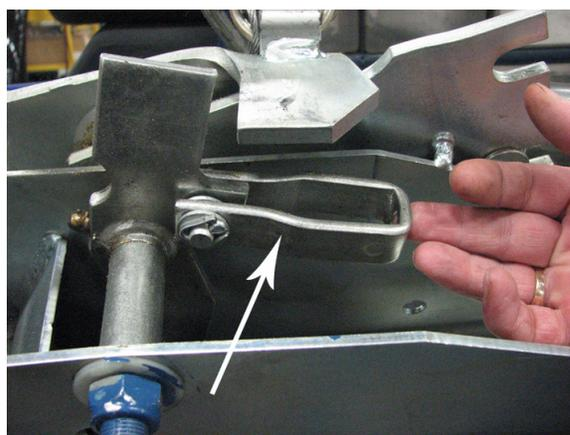

Figure 2.2, Supprimer cette chape sur le coupleur 50mm
1. Placez la barre d'attelage (13) sur le châssis de la machine. Insérez un boulon de 1/2 x 4 1/2 po, une rondelle et un écrou centerlock dans le châssis et le dernier trou de la barre d'attelage. Ensuite alignez le support de suspension de la tige de frein (11° (comme illustré dans la Figure 2.2) sur l'autre trou de montage et immobilisez-le en insérant le deuxième boulon de 1/2 x 4 1/4 po (5) dans le châssis et le support de suspension, ajoutez une rondelle (6) et un écrou centerlock (7). Serrez à un couple de 75 pi-lb.
2. Attachez l'accouplement (4) de 50 mm à la barre d'attelage (13) à l'aide de deux boulons de 1/2 x 4 po (8), de rondelles (6) et d'écrous (7). Serrez à un couple de 75 pi-lb.
3. Pour attacher la tige de frein (14) à l'accouplement, il faut retirer la manille représentée dans la Figure 2.2. La Figure 2.2 représente une vue du dessous de l'accouplement.
4. Faites passer la tige de frein (14) à travers le support de suspension de la tige de frein (11). Une fois en place, vissez le contre-écrou de 3/8 po (17) et l'extrémité de la biellette de palier (9) sur la tige de frein. Connectez l'extrémité de la tige à l'accouplement à l'endroit où la manille a été enlevée à l'étape 3. Attachez-le à l'accouplement avec un boulon de 3/8 x 1 1/2 po (15) et un écrou nylock (16).
5. Attachez la manille ajustable de 3/8 po (2) à l'autre extrémité de la tige de frein. Connectez la manille au plateau du frein mécanique (12) à l'aide de la goupille de 3/8 (1) et de la goupille élastique (10).
6. Attachez le plateau du frein mécanique aux câbles de frein de la machine avec les goupilles de 5/16 po (3) et les goupilles élastiques (10).